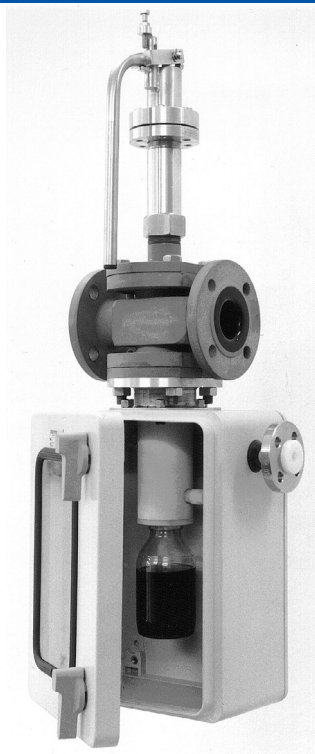
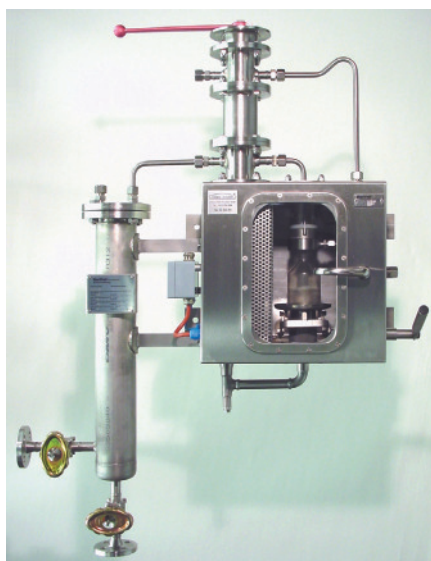

Bild 4 Stahl/Email-Ventil.
Bild 5 Probenahme-Doppelhahn.
- Stahl/Email ist der bevorzugte Werkstoff für hochsäurefeste Apparate und Rohrleitungen. Für die Probeentnahme aggressiver, insbesondere hoch korrosiver, flüssiger Gefahrstoffe, die zudem bei hohen Betriebstemperaturen entnommen werden, dienen Probenahmeverrichtungen, deren produktberührte Bauteile aus Sonderwerkstoffen höchster chemischer Beständigkeit gefertigt sind (**Bild 4**). Das säurefeste Probenahmementil EC-ACRS 50 hat einen Ventilkörper und eine Ventilspindel aus hochwertigem Chemie-Email. Die glatte Oberfläche des Emails wirkt zudem Produktanhaftungen entgegen. Ständig von neuem, repräsentativem Medium durchspült, wird die Probe vorlaufrei gezogen, wobei der Auslaufweg auch separat gespült werden kann. Ein mit Heizmantel aus-
fache Absperrung über die Schleuse zum Prozess sichert diese Systeme redundant ab. So konzipiert ist der EC-Probenahmehahn (**Bild 5**). In der Grundstellung wird der Probenahmehahn vom Produkt durchströmt. Ein fixes Probenvolumen wird ausgeschleust, indem der Handhebel um 180° gedreht wird. Dabei wird zuerst der Produktein- und -austritt geschlossen und so die Probe separiert, um dann, mit Erreichen der Endstellung des Handhebels, in die Flasche abgefüllt zu werden. Parallel mit Öffnen des Probenaustritts wird eine Gaspendelleitung von der Flasche zum Schleusenraum geöffnet, damit ein entspanntes und ruhiges Abfüllen gewährleistet wird. Eine Fehlschaltung und ein Überfüllen der Flasche ist bei diesem Probenahmesystem ausgeschlossen. Dem in Bild 4 dargestellten System ist ein Rohrschlangenkühler vorgeschaltet, der das Produkt, das kontinuierlich im Bypass durch den Probenahmer gefahren wird, auf eine handhabbare Temperatur an der Entnahmestelle abkühlt. In ähnlichen Ausführungen erlauben es diese Entnahmearmaturen, je Arbeitszyklus Einzelproben fest definierter Volumina zu separieren. Diese Ereignisproben können, beispielsweise proportional zur Verpumpungsdauer, zu einer Sammelprobe zusammengetragen werden. Bei der Proportionalprobenahme über einen längeren Zeitraum arbeiteten solche Systeme prozessdruckneutral.